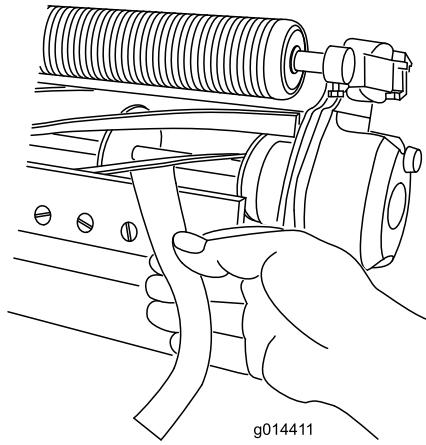

図 10
11. 切れ味確認用のペーパー一枚、リールと下刃との間に直角に差し入れて、カッティングユニットの切れ味をテストする図 10。ゆっくりとリールを回転させて紙が切れれば合格である。